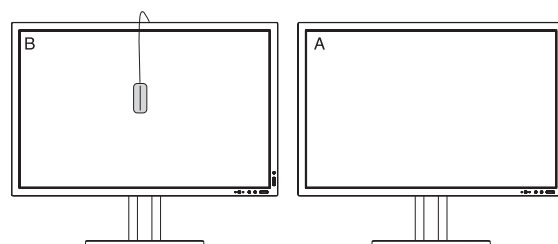

Figura C.2
7. Cuando desee confirmar el punto blanco de la pantalla B, quite el sensor de color USB de la pantalla A origen y colóquelo en el centro de la pantalla B (**Figura C.2**). Para omitir la confirmación del punto blanco en la pantalla B, pulse "SELECT" en el paso 9 de REAJUSTE.